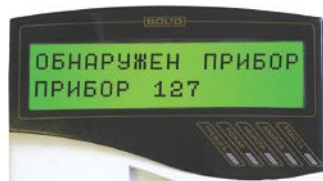

Рисунок 9
5.4.5 В течение 1 мин после включения питания пульт должен показать сообщение об обнаружении устройства с сетевым адресом, соответствующим текущему адресу контроллера (заводской адрес контроллера – 127). На рис. 9 представлен индикатор пульта «С2000М» с соответствующим сообщением.